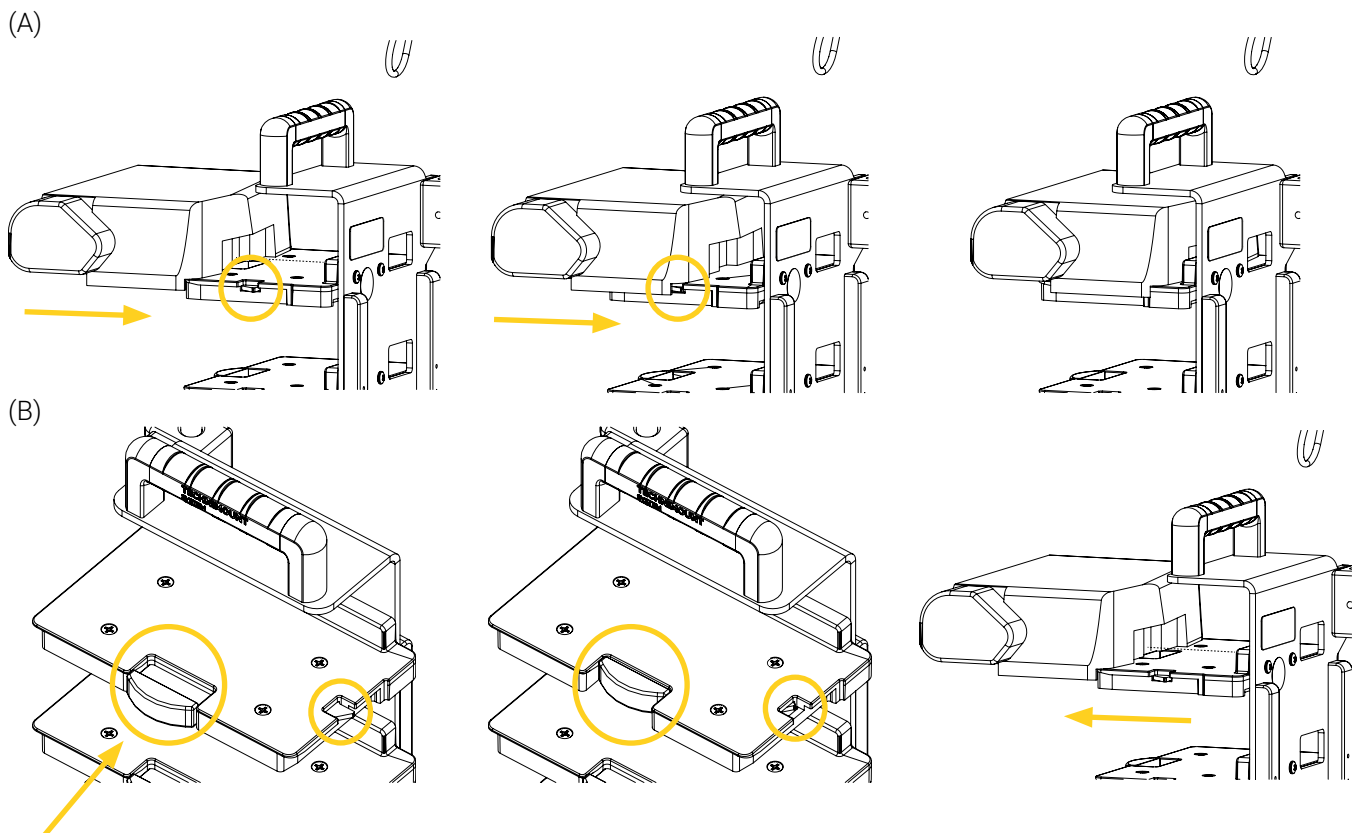

Figure 5: Mécanismes de sécurité des tablettes de pompes
- **Pour verrouiller** la/les pompe(s) dans le BP80–GR4, aligner et insérer horizontalement les rainures inférieures situées sous la pompe sur l'étagère de pompe de votre choix, puis poussez-la vers l'arrière du BP80–GR4 jusqu'à entendre le clic (Figure 5 A).
- **Pour déverrouiller** la/les pompe(s) dans le BP80–GR4, appuyer et maintenir enfoncé le bouton à déclenchement rapide situé à l'avant de la tablette, puis tirer la pompe hors du support de fixation (Figure 5 B). Relâcher le bouton à déclenchement rapide.